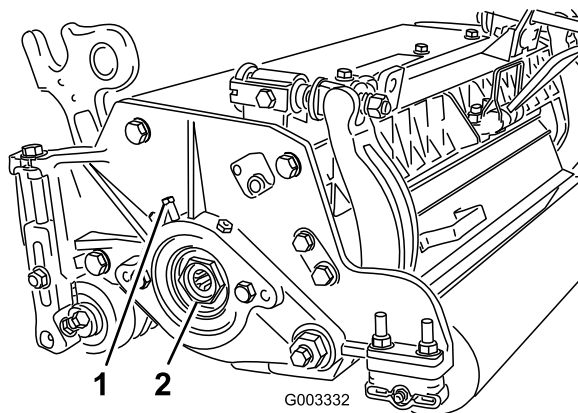

Bild 33
- A. Lösen Sie die externen Stellschrauben, mit denen die Einstellmutter des Lagers am Lagergehäuse links an der Schneideinheit befestigt ist (Bild 33).